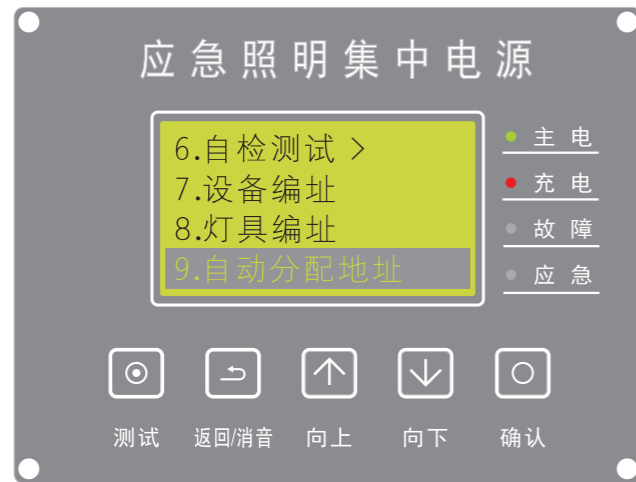

图22
(10)、自动分配地址：在主屏时，按【确认】键进入菜单，按【向上/向下】选择【自动分配地址】（如图22）按【确认】键进入。